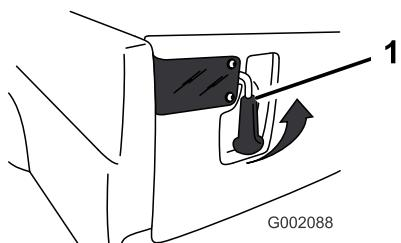

Figura 17
1. Para abrir os trincos traseiros, puxe para fora e levante os respectivos manípulos (Figura 17). Os trincos deslocam-se automaticamente para o centro da porta traseira. Faça a porta traseira descer lentamente.